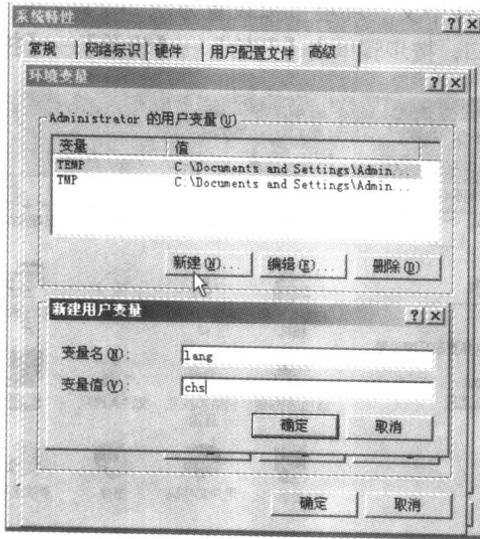

图 1-3 环境变量设置对话框
(3) 语言环境参数设置
- 单击【新建】按钮，设置参数，【变量名】为 lang，【变量值】为 chs，如图 1-3 所示。